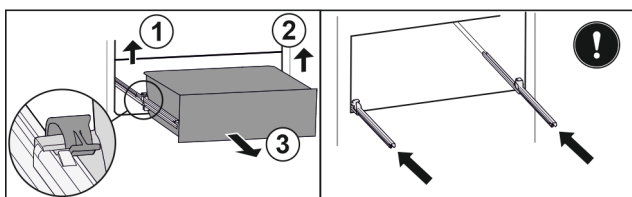

Fig. 62
- Zvedněte levou svorku a současně vytáhněte zásuvku vlevo dopředu. Fig. 62 (1)
- Zvedněte pravou svorku a současně vytáhněte zásuvku vpravo dopředu. Fig. 62 (2)
- Vyjměte zásuvku dopředu. Fig. 62 (3)